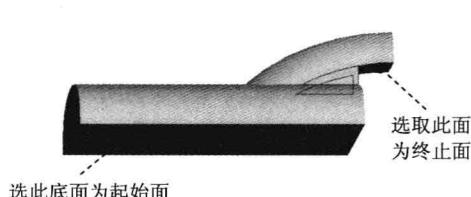
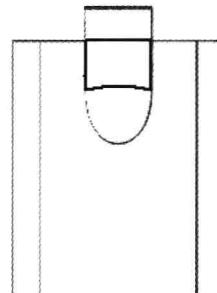

图 2.11 拉伸特征 2
图 2.12 截面草图
Step7. 创建图 2.11 所示的拉伸特征 2。在 **实体** 区域中单击  按钮，选取俯视图 (XY) 平面作为草图平面，进入草绘环境。绘制图 2.12 所示的截面草图；绘制完成后，单击 按钮；确认  与  按钮不被按下，选择命令条中的“起始/终止范围”选项，分别选取图 2.11 所示的起始面与终止面。单击 **完成** 按钮，单击 **取消** 按钮，完成拉伸特征 2 的创建。